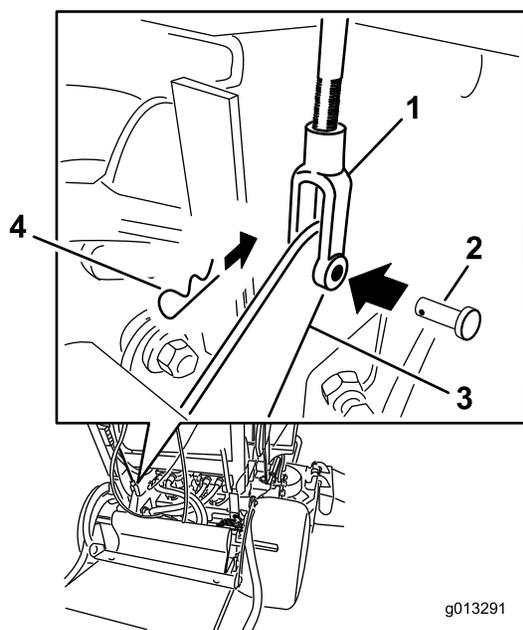

図 64
4. ブレーキの調整を行うには、まず、下側ブレーキレバーとヨークからクレビスピンとヘアピンコッターを外す（図 64）。
7. クレビスピンとヘアピンコッターで、下側ブレーキレバーにヨークを固定する。（図 64）。